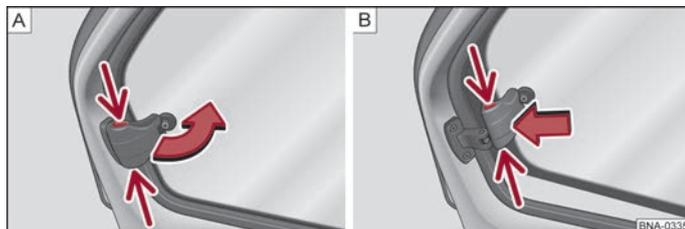

Fig. 18 Finestrini posteriori
- Afferrare la chiusura nella cavità → fig. 18 - [A] e aprire il finestrino in direzione della freccia.
- Bloccare il finestrino in posizione aperta premendo la chiusura in direzione della freccia → fig. 18 - [B].
- Afferrare la chiusura nella cavità e tirarla in direzione contraria alla freccia → fig. 18 - [A].
- Chiudere il finestrino in posizione di uscita in direzione contraria alla freccia → fig. 18 - [A] fino a quando si sente lo scatto di chiusura.